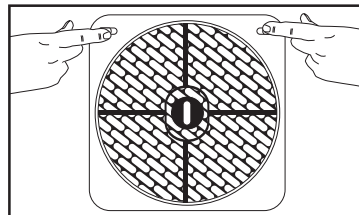

Fig. 1
1. Abra la rejilla trasera empujando suavemente las lengüetas de liberación hacia el exterior de la unidad. Vea la Fig. 1.